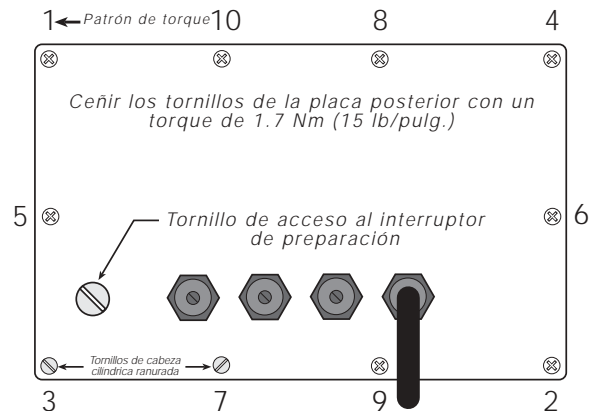

Figura 2-4. Placa posterior del gabinete del IQ plus 355
- Dos tornillos de cabeza cilíndrica ranurada de 8-32NC [nacional gruesa] x 7/16 (Pieza N° 30623). Estos tornillos ocupan los orificios que están debajo y en cada lado del tornillo de instalación en la placa posterior del indicador (Ver la Figura 2-4 en la página 8).
Una vez completado el cableado, ubicar la placa posterior sobre el gabinete y volver a instalar los tornillos de la placa posterior. Utilizar el patrón de torque mostrado en la Figura 2-4 para evitar que el empaque de la placa posterior se deforme. Apretar los tornillos con un torque de 1.7 Nm (15 lb/pulgada).